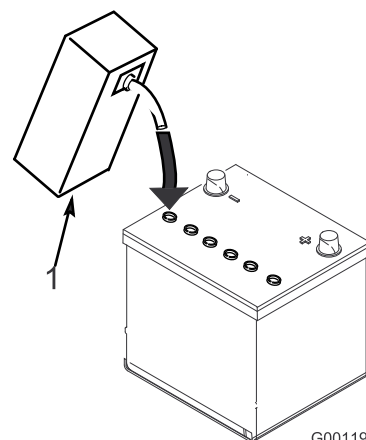

図 5
3. 各セルの電極板が液面下 6 mm 程度に水没するまで、電解液を慎重に入れる 図 5。
4. 電極板が液を吸収するまで20-30分間程度待つ。必要に応じて、電極板が 6 mm 程度水没するぐらいに電解液を補充する 図 5。